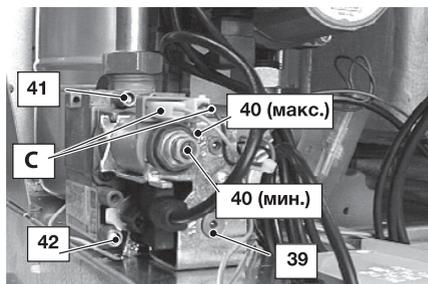

Рисунок 7.3
- Выключив котел (приведя его в нерабочее состояние), проверьте давление подачи газа при помощи отвода 42 (Рисунок 7.3) и сравните считанное значение со значениями, приведенными в таблице «Технические характеристики» в разделе "Номинальное давление газа", с. 22.
- Тщательно закройте отвод для замера давления 42 (см. Рисунок 7.3).
- Откройте отвод для замера давления 41 (Рисунок 7.3) и подключите манометр.
- Сравните значение измеренного давления со значениями, указанными в следующих таблицах. Для калибровки давления в горелке необходимо поворачивать большую шестиугольную латунную гайку модулирующего устройства 40 (макс.) (Рисунок 7.3) (давление увеличивается при повороте по часовой стрелке).
- Отсоедините один из двух проводов питания «С» модулирующего устройства 40. Внимательно следите за тем, чтобы не прикасаться к металлическим частям котла (Рисунок 7.3).
- Чтобы откалибровать давление в горелке, крутите пластиковый винт (40 (мин.), Рисунок 7.3), удерживая неподвижной большую шестиугольную латунную гайку (40 (макс.), Рисунок 7.3) модулирующего устройства (при вращении по часовой стрелке давление увеличивается).
Важно! Измерив давление газа, необходимо тщательно закрыть отводы, использованные для замера давления (41 и 42, Рисунок 7.3). После проведения всех операций по регулировке газа необходимо опломбировать регулировки клапана.
- Тщательно закройте отвод для замера давления 41 (Рисунок 7.3).